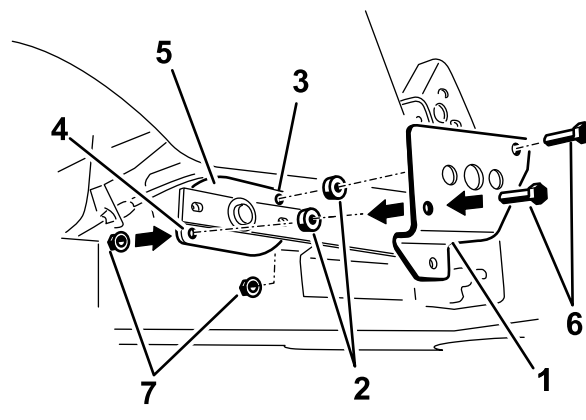

Figure 4
5. Montez une grande plaque de relevage décalée sur l'ensemble bras de relevage et placez deux entretoises sur les trous supérieur et inférieur de la face du levier de relevage (Figure 4). Insérez les boulons retirés précédemment dans les trous de la plaque de relevage, les entretoises et la face du levier de relevage. Fixez l'ensemble avec les contre-écrous retirés précédemment.